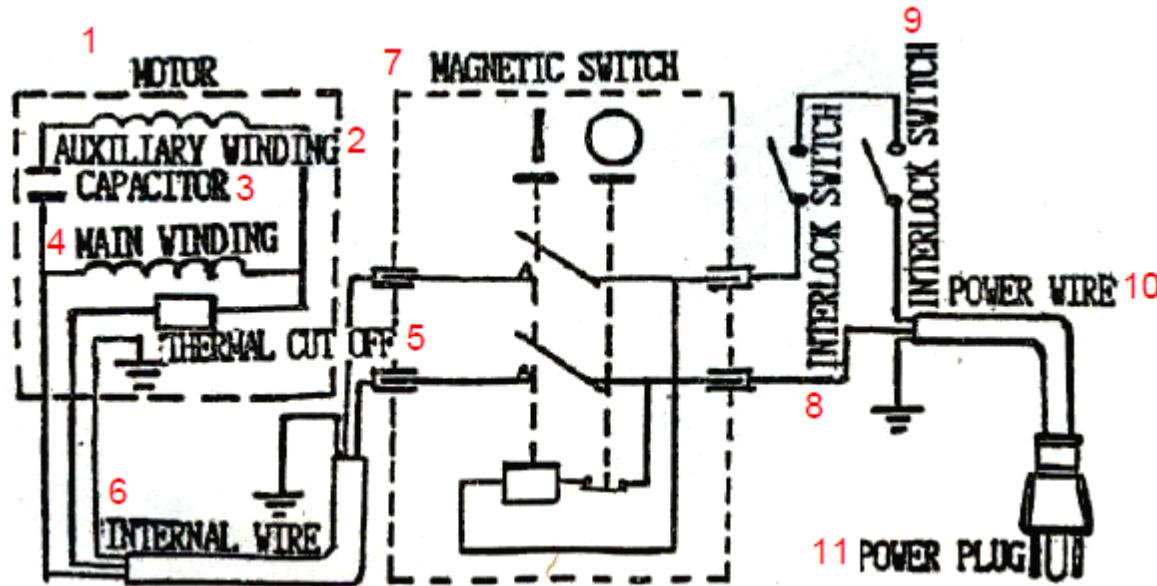
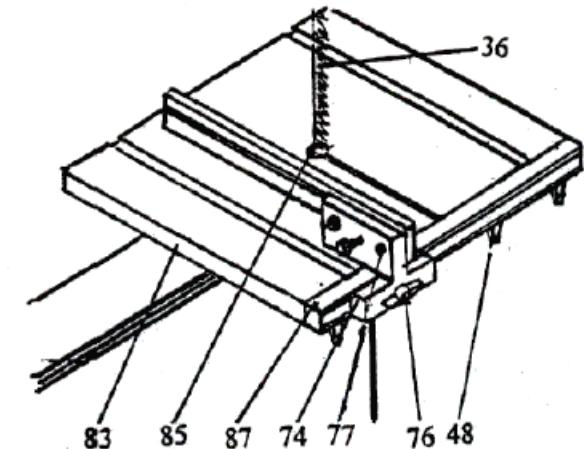
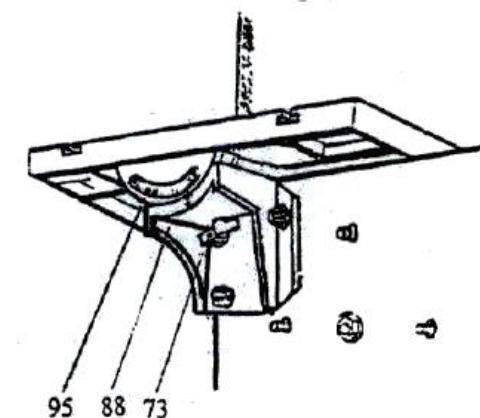

Рис. 1
Рис. 2
Рис. 3
На Рис. 1 представлена схема подключения
Рабочий стол (83) устанавливается согласно ***Рис. 2***. Закрепить вставку (85) в центр рабочего стола. Закрепить направляющую планку (87) к столу с помощью барашковых винтов, как показано на рис. 1. Затем вставить болт (76) с квадратным подголовником в боковую направляющую планку через полосковую шайбу (75). Закрепить верхнюю направляющую планку (79) и боковую планку барашком с шайбой. Поместить верхнюю планку с правой стороны полотна пилы. Ослабить гайки (77). Снять верхнюю направляющую планку и ослабить барашек (76). Сдвинуть стойку верхней направляющей планки (74) вправо от полотна (36) пилы. Затем закрепить верхнюю направляющую планку с другой стороны стойки верхней направляющей планки.
1. При использовании стола под углом следует установить угловую планку. ***Рис. 3***
2. Ослабить барашек (32) и отрегулировать рабочий стол на требуемый угол по угловой шкале (88).
3. Затянуть барашек (73) так, чтобы рабочий стол не перемещался во время работы.
1. Сначала открыть верхнюю и нижнюю дверцы (8) и (9), затем ослабить маховик (20), рис. 3.
2. Снять боковую направляющую планку (87) и полотно пилы (36), рис. 1.
4. Установить боковую направляющую планку (87).
5. Вращая маховик (20), натянуть полотно пилы. При нагрузке в 3 кг, приложенной к поверхности пилы, прогиб должен составить около 8 мм. Натяжение пилы должно быть умеренным.
6. Рукой повернуть верхний шкив полотна, отрегулировать прохождение полотна (36) в защитном кожухе вращением рукоятки (33), расположенной сзади верхнего корпуса пилы, как показано на рис. 3, для обеспечения прохождения полотна по центру.